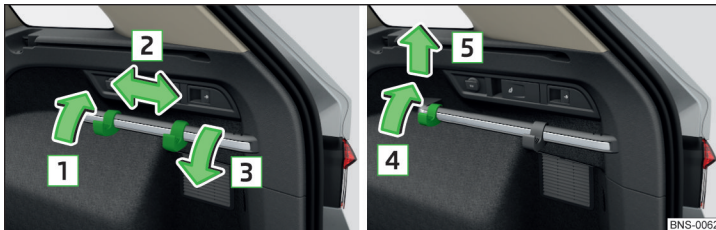

Fig. 144 Deplasarea cârligelor pe șipca de fixare / Scoaterea cârligelor
- ▶ Rabatați cârligul în sus, în sensul săgeții **1** și împingeți-l apoi în poziția dorită, în sensul săgeții **2** » fig. 144.
- ▶ Rabatați cârligul în sus, în sensul săgeții **4**, până când acesta se desprinde și scoateți-l în sensul săgeții **5** » fig. 144.
- ▶ Așezați cârligul în bagheta de fixare în sens contrar săgeții **5** și apăsați-l ușor » fig. 144.